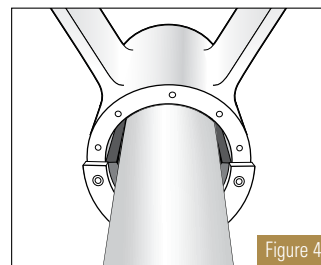

Figure 4
5. Installez et positionnez avec précaution l'arbre (la moitié supérieure du palier n'étant pas encore en place) en prévoyant suffisamment de jeu pour déplacer et positionner l'arbre. (Figure 4)